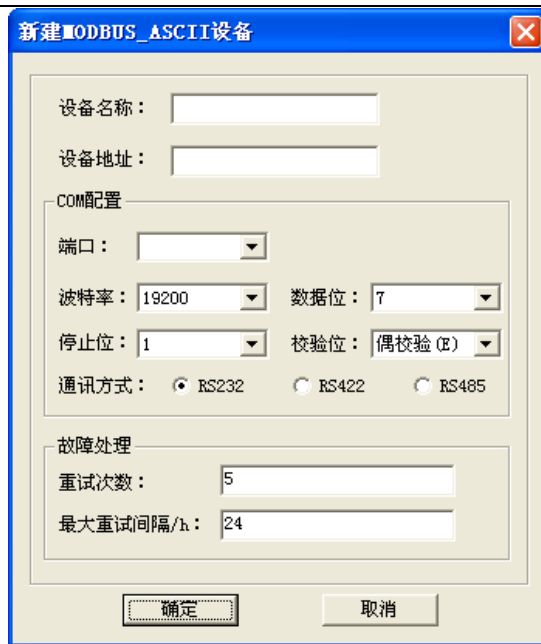

图 6-17 MODBUS_ASCII 添加
- (2) 在左侧导航栏中先选择 MODBUS_ASCII 设备, 右键弹出“新建设备”菜单, 或者点击菜单栏中设备/新建, 或者点击新建图标“”, 则弹出新建 MODBUS_ASCII 设备对话框, 如图 6-17 所示。